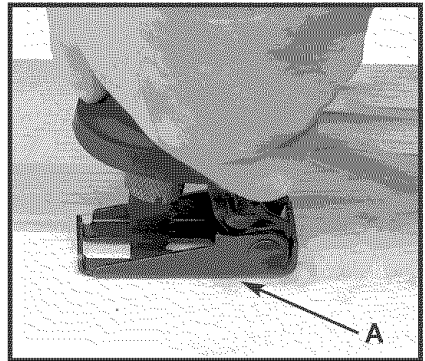

Fig. 10
La sierra son suministrados con un cambio sin llaves de quick-change girando zapato de guía. La zapata (A) Fig. 10 sirve de apoyo durante los cortes. Su movimiento giratorio permite la inclinación gradual de la sierra hasta llegar a la posición perpendicular mientras se mueve hacia el operario.